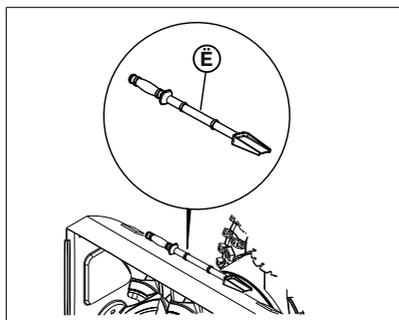

Рис. 28
3. Используйте прочистной инструмент (рис. 28, поз. Ё) для удаления снега из разгрузочного желоба. **НЕ чистите руками** забившийся разгрузочный желоб!